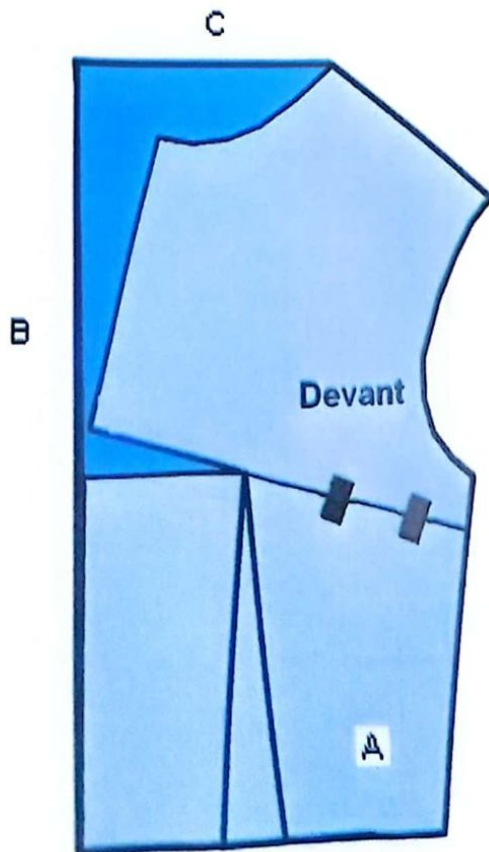

FIG. 2
- 2) Déplacez la pince de poitrine de côté sur le milieu devant et fermez la pince de côté (A dans fig.2)
- 3) Prolongez la ligne milieu devant vers le haut (B dans fig.2).
- 4) Joignez l'encolure devant et la ligne milieu devant perpendiculairement (C dans fig.2).